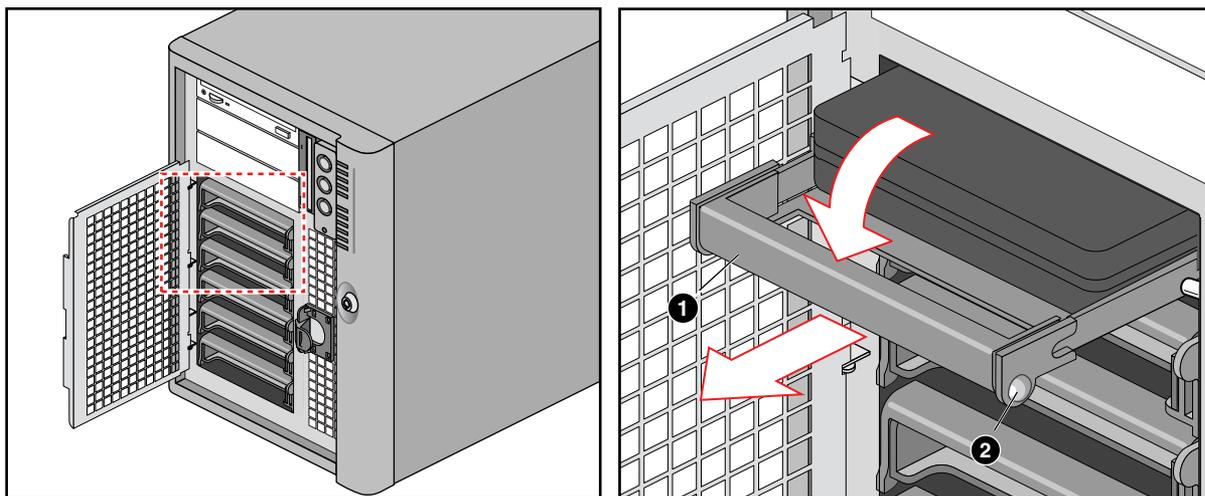

Figura 5-2 Rimozione della slitta dal telaio
5. Premere verso sinistra (verso il centro dell'unità) la linguetta arrotondata sulla destra della slitta (richiamo 2 della Figura 5-2) e tirare delicatamente verso il basso l'impugnatura della slitta (richiamo 1 della Figura 5-2). Quest'operazione libera il fermo che fissa la slitta al telaio.